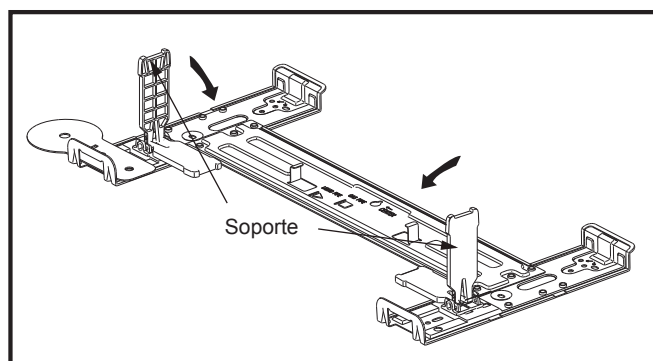
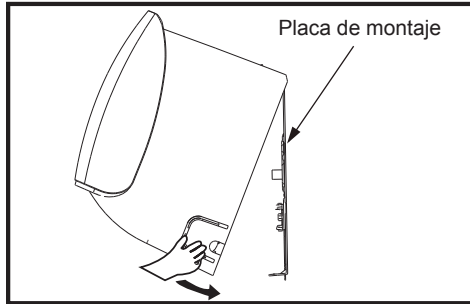

Fig. 18
Fig. 19
- 7) Cierre los dos soportes de la placa de montaje de la pared como se muestra en la Fig. 18. Luego, mueva la unidad paso a paso para lograr una mejor instalación. Después, presione la unidad en las 2 ranuras (Fig. 19).